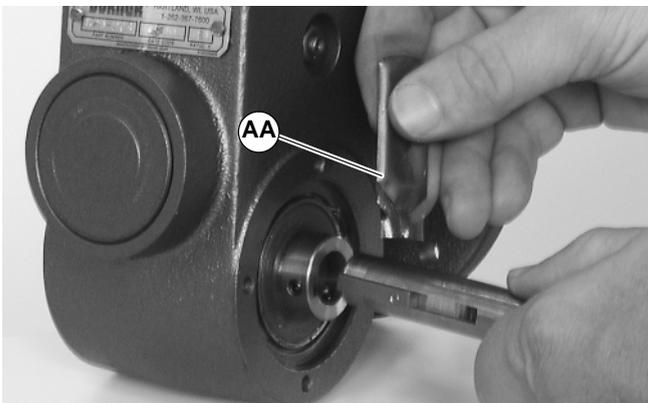

Abbildung 16
10. Schmierfett (AA siehe Abbildung 16) auf Welle auftragen.